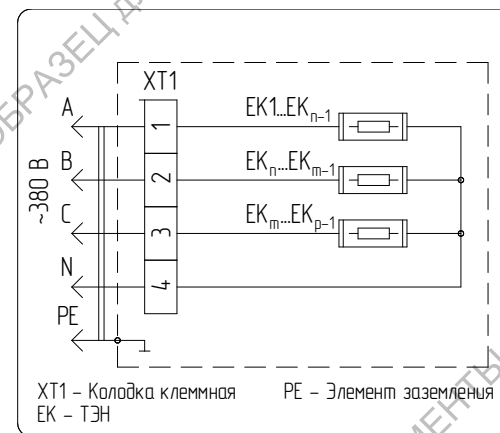

Рис.3 Схема электрическая
6.5. **ЭЛЕКТРОПИТАНИЕ КАМЕНКИ** подводится по типовой пятипроводной схеме «А, В, С, N, PE» в соответствии с рис.3, с соблюдением требований «Правил технической эксплуатации электроустановок потребителей» и «Правил по охране труда при эксплуатации электроустановок» (ПТЭЭП и ПОТЭУ). Для подключения заземления имеется отдельная клемма, маркированная знаком заземления.